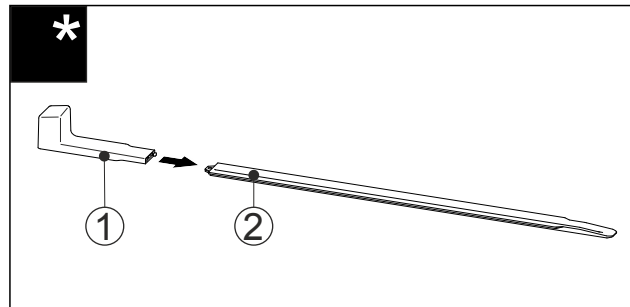

Fig. 48
- ▶ Montagegriff Fig. 48 (1) an die Nivellierschiene Fig. 48 (2) stecken.